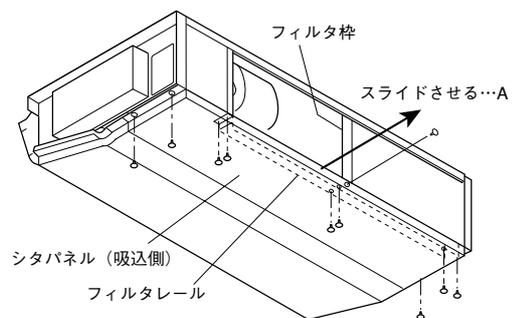

図1
(1) 下記の要領で本体からフィルタ・シタパネル(吸込側)・フィルタ枠・フィルタレールを取外してください。(図1)